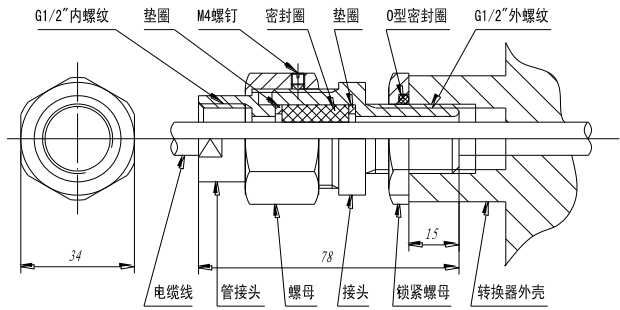

图 2
(一)、防爆密封接头安装(见图 2)
1. 接线端子(见图 2)